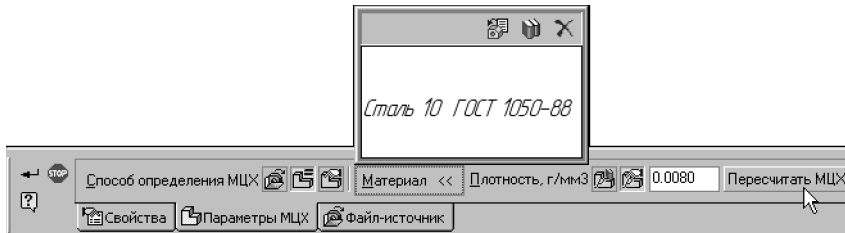

Рис. 94.7. Задание плотности компонента-детали
- ▼ Если компонент — деталь, то для него возможно задание материала и плотности (см. раздел 94.1.1 на с. 96) (рис. 94.7). Указанная плотность будет использована для всех тел детали, которым не задана собственная плотность.